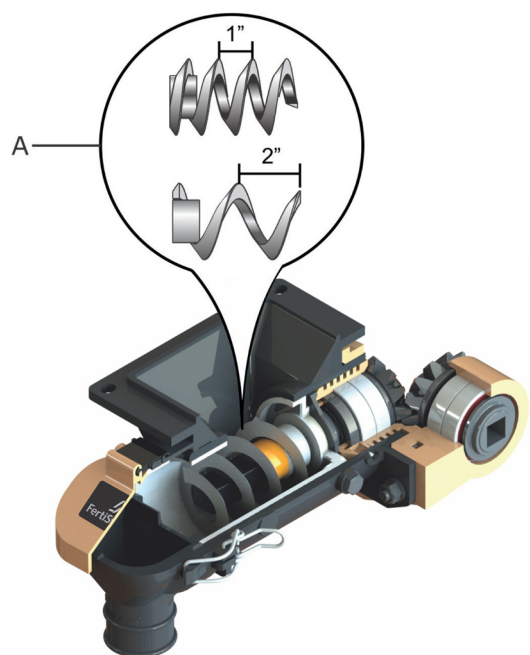

fig. 15
La regulación de la cantidad de fertilizante en kg/ Se logra a través de las roscas sinfín de 1" y 2" (A) (fig. 15) montados en el dosificador del FERTISYSTEM y el cambio de los piñones de la transmisión.